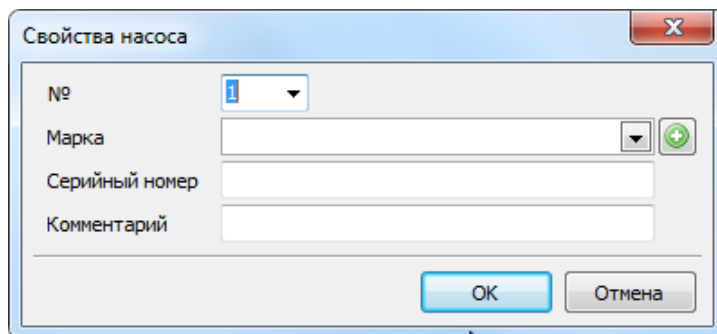

Рисунок 73. Добавление насоса
3. В появившемся диалоге, аналогичном диалогу при добавлении нового насоса (Рис. 73), отредактируйте необходимую информацию